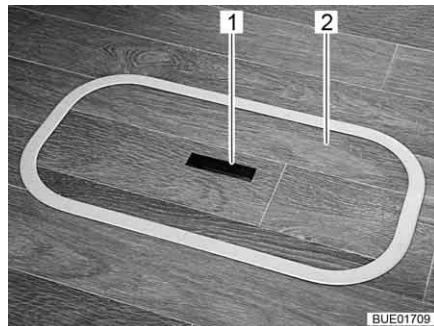
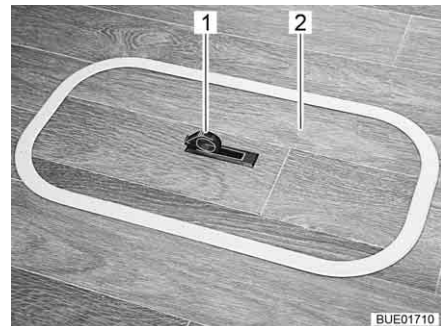

Fig. 75 Cubierta del compartimiento del fondo (tirador hundido)
Fig. 76 Cubierta del compartimiento del fondo (tirador girado hacia fuera)
- Presionar hacia abajo un lado de la placa de agarre (Fig. 75,1). El tirador (Fig. 76,1) girará hacia arriba.
- Quitar la cubierta (Fig. 75,2 ó bien Fig. 76,2) hacia arriba.